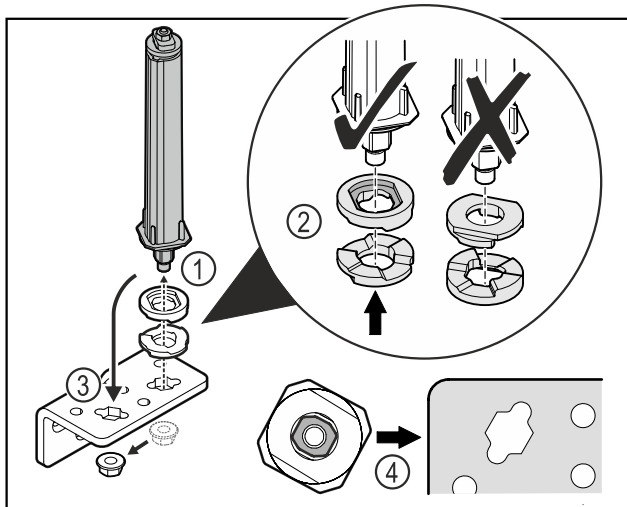

Fig. 34
- Atlaisvinkite veržlę ir pašalinkite durų uždarymo sistemą Fig. 34 (1).
- Atkreipkite dėmesį į tai, kad aukščio reguliavimo poveržlės būtų tinkamai išlygiuotos Fig. 34 (2).
- Perkelkite durų uždarymo sistemą šarnyriniame kampuočiuje ir užfiksuokite veržlę Fig. 34 (3).
- Įstatydami atkreipkite dėmesį į tai, kad durų uždarymo sistema būtų tinkamai išlygiuota Fig. 34 (4).